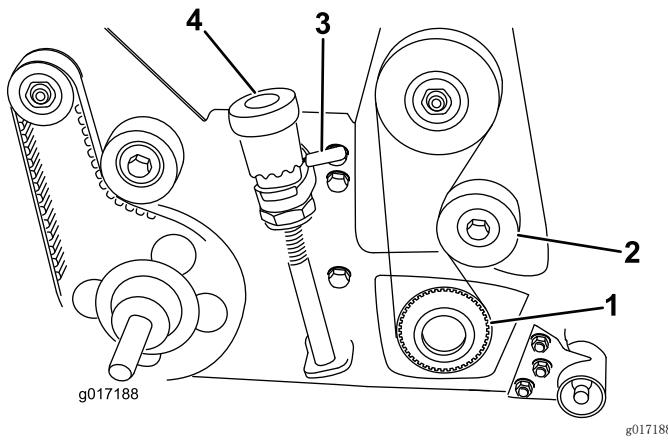

图20
15. 使用 1.3cm 传动棘轮和延长件, 将驱动皮带轮 (右旋螺纹) 安装到滚刀轴上 (图20)。
5. 旋转两个快速升起联杆，将疏草滚刀提升到行驶位置（图20）。